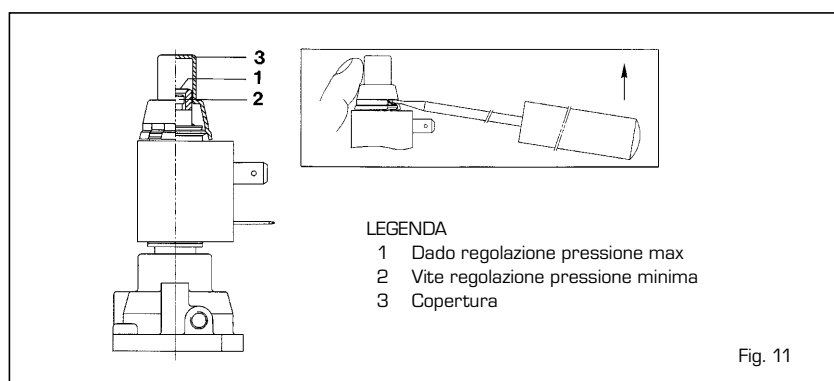

Fig. 11
4.2.1 Regolazione pressione massima (fig. 11)
4.2.2 Regolazione pressione minima (fig. 11)